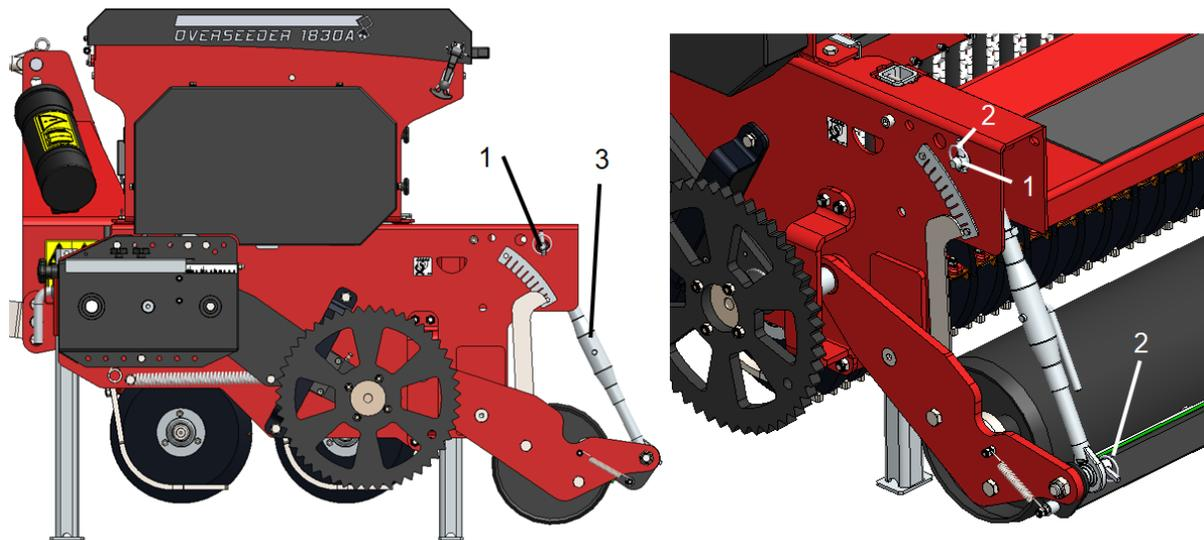

Figure 5
Le rouleau arrière peut également être utilisé pour contrôler la profondeur de coupe. (voir **Figure 5**) Utilisez les broches (3) pour obtenir la profondeur de coupe souhaitée.